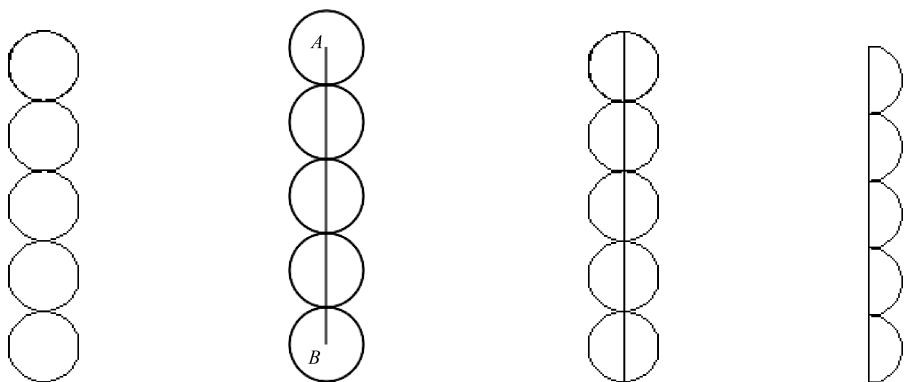

图 5-75 复制圆 图 5-76 绘制竖直直线 图 5-77 拉长直线 图 5-78 修剪图形
(2) 单击“默认”选项卡“修改”面板中的“复制”按钮,选择上步绘制的圆,捕捉圆的上象限点为基点,捕捉圆的下象限点,完成第二个圆的复制,连续选择最下方圆的下象限点,向下平移复制4个圆,最后按〈Enter〉键,结束复制操作,结果如图5-75所示。